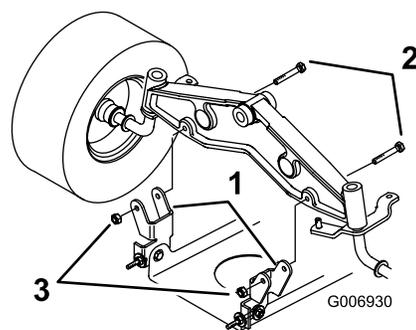

Figura 42
7. Montate le staffe di fissaggio orientabili del tosaerba sul ponte anteriore con bulloni e dadi di bloccaggio (Figura 42).